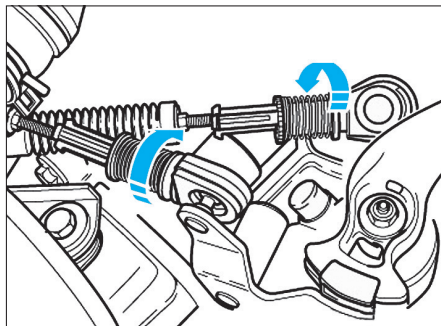

FIG. 35
• Dans le compartiment moteur, tourner le mécanisme de sûreté sur les arrêteurs des câbles de commande et de sélection des vitesses vers la droite jusqu'en butée comme illustré (Fig.35).